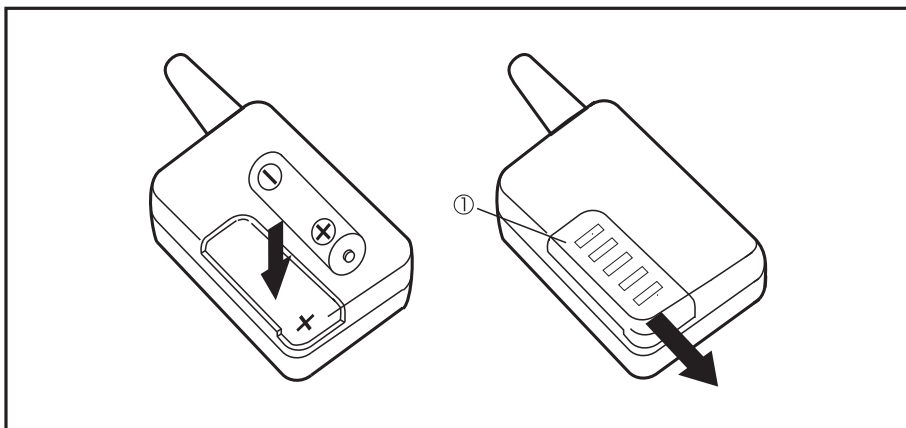

Рис.7
1. Нажмите крышку (1) батареи и откройте ее в указанном направлении. Рис.7 Поменяйте батарею (одна батарейка 1.5В AAA)